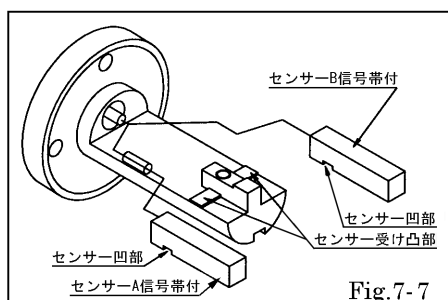

Fig.7-7
- ・センサー取り付け方法は、Fig.7-7 の通り取り付ける。
〔Fig.7-7〕